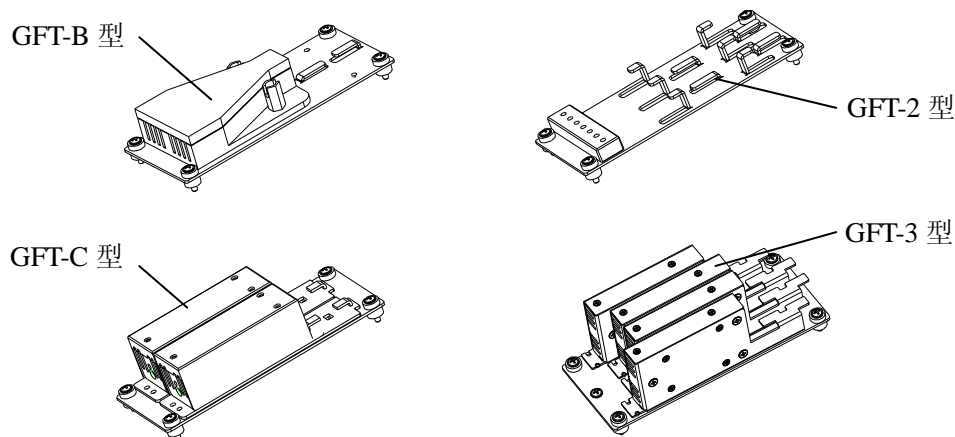

图 5
3.1 光缆开剥保护接头的选择：我公司提供带状和非带状光缆两类光缆开剥保护接头，见图 5 所示；根据进入交接箱的光缆类型，选用不同的光缆开剥保护接头，其中 GFT-B 型适用 144 芯~288 芯带状光缆；GFT-C 型适用外径小于 25mm、芯数 192 芯以内的带状或非带状光缆；GFT-2 型适用于非带状光缆；GFT-3 型适用于外径小于 18mm、芯数 144 芯以内的带状或非带状光缆；各类开剥头的使用请见《GFT 系列开剥保护接头使用指导书》；